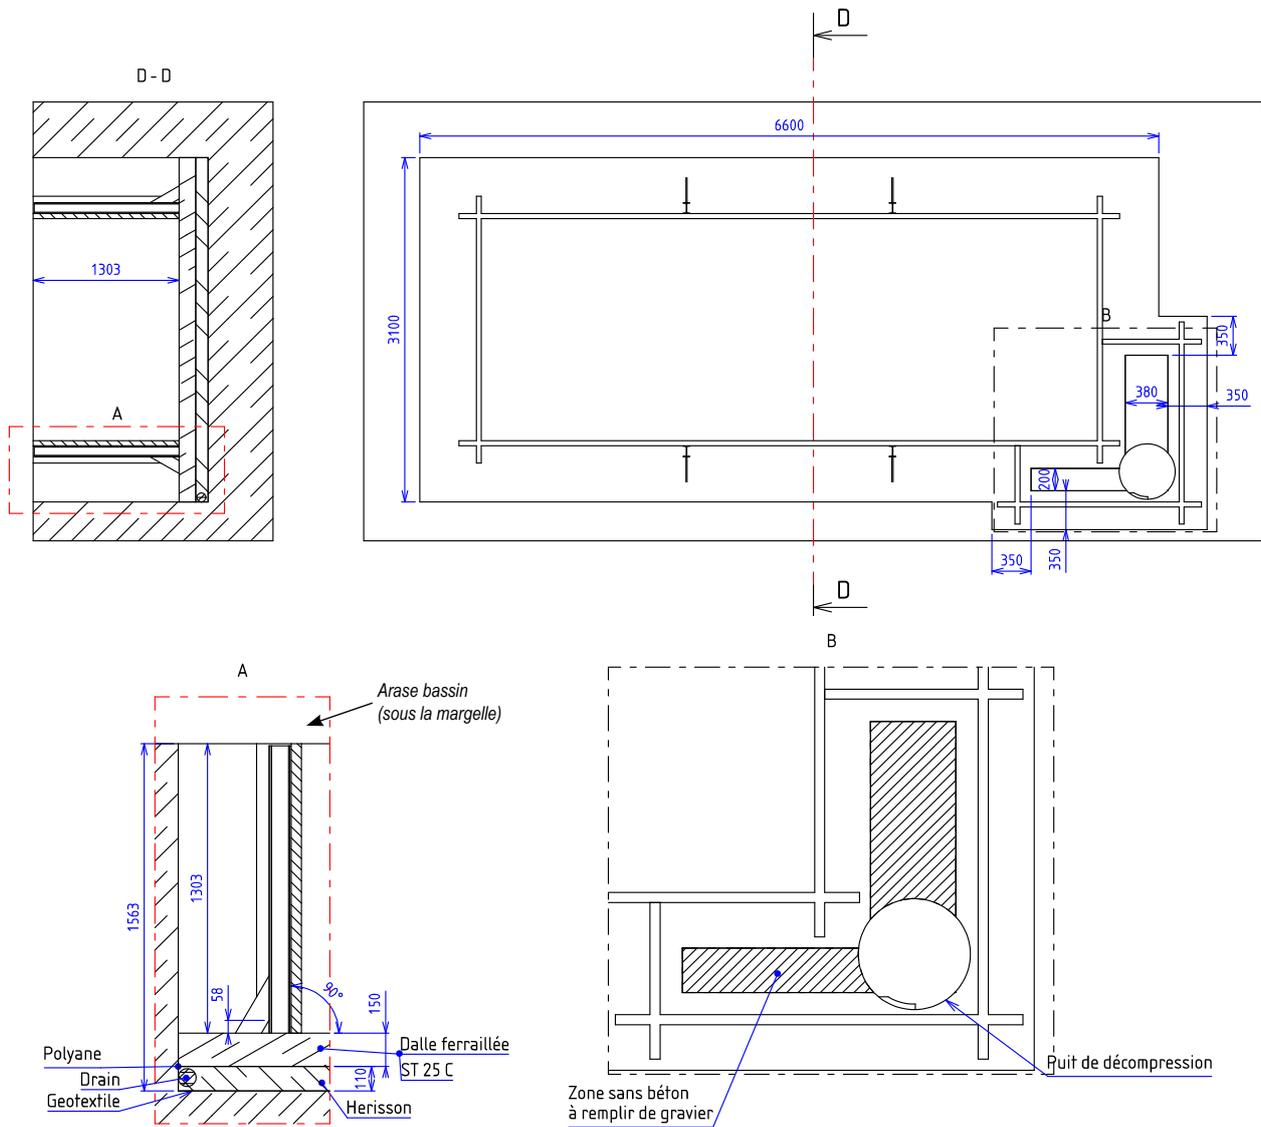

Figure 5 – Caractéristiques de la dalle de béton
**ASTUCE :** vous pouvez utiliser les jambes de force pour matérialiser la hauteur que devra avoir votre dalle de béton une fois achevée. Pour cela, en prenant comme niveau 0 l'arase de votre piscine (dessous des margelles, voir *Figure 5*), mesurer 1,303 m et tracer un trait à cette cote sur le devant de la jambe de force. Ce trait correspondra à la valeur finie de votre dalle béton.
Les caractéristiques de la dalle de béton sont données à la *Figure 5*. Les dimensions de la dalle sont telles que les pieds de l'échelle bois extérieure au bassin ne reposent pas sur la dalle béton. Nous vous conseillons cependant de les faire reposer si cela est possible sur un élément solide (dalle ou plots en béton par exemple).
Lors du coulage de la dalle sur l'ensemble du fond de fouille, assurez-vous que le ferrailage supérieur est correctement noyé dans le béton : la couche de béton au dessus du ferrailage doit mesurer au minimum 3 cm. Reportez-vous à la **Figure 5** pour déterminer la profondeur de la dalle à couler : elle doit avoir une épaisseur de 150 mm, et être telle que la hauteur entre la surface de la dalle et le haut de la fouille soit de 1303 mm si vous souhaitez que la piscine soit enterrée. Effectuez une mise à niveau et un lissage soignés afin d'éviter les défauts de surface, que vous seriez nécessairement amené à corriger ultérieurement.